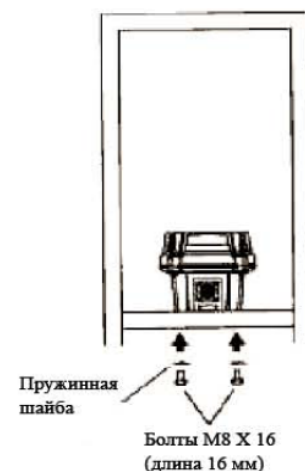

Рисунок 2
2. Закрепите поворотное устройство на монтажной плите опоры с помощью болтов M8 X 16 и пружинных шайб из комплекта поставки. Рекомендуется слегка смазать концы болтов тавотом, что в будущем облегчит демонтаж (см. Рисунок 2).